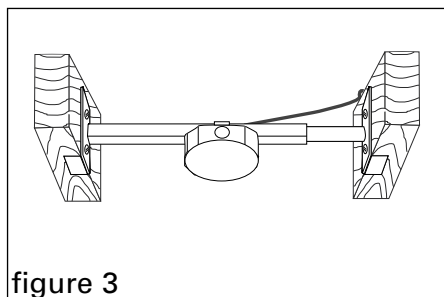

figure 3
3. If you are **not** installing the fan at this time, install mounting hardware (to prevent it from being misplaced), tuck wire into box and replace Saf-T-Cap[®] (figure 3). Saf-T-Cap[®] protects bolts and wiring during painting and sheetrocking.
3. Si vous n'installez pas le ventilateur à ce moment-ci, installez la quincaillerie de montage (afin d'éviter de l'égarer), insérez le fil dans la boîte et remplacez le Saf-T-Cap[®] (figure 3). Le Saf-T-Cap[®] protège les boulons et les fils pendant la peinture et la pose de gyproc.